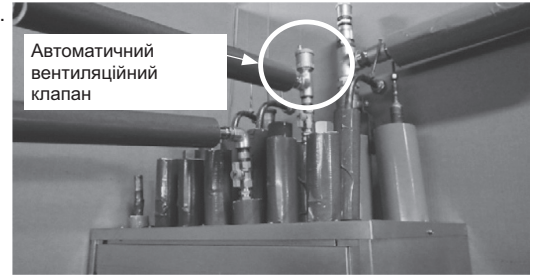

Рисунок 1. Автоматичний вентиляційний клапан
*2. **Встановіть автоматичний вентиляційний клапан у найвищій точці кожної труби розгалуження від НВС (у двох місцях у найвищій точці зворотної труби від допоміжного НВС та в шести місцях у найвищій точці зворотних труб від внутрішніх блоків).** (Див. рис. 1.)